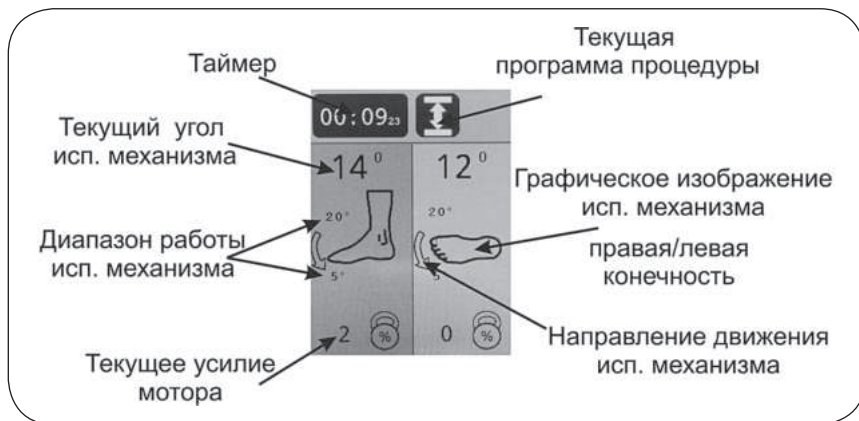

Рисунок 7.3 – Дисплей режима выполнения процедуры
7.1. Дисплей режима выполнения процедуры (см. рис. 7.3).
- В зоне А: заданный пользователем диапазон работы, текущее положение (угол) в градусах (аналогично рис. 7.3) для механизма А, а также меню его установок.
- В зоне В: заданный пользователем диапазон работы, правая (левая) конечность, текущее положение (угол) в градусах (аналогично рис. 7.3) для механизма В, а также меню его установок.
Запуск процедуры осуществляется кнопкой . Запуск возможен только когда отображается основной экран, при этом дисплей переходит в режим выполнения процедуры (см. рис. 7.3).
<p>Переключение нагрузки (схема блокировки)</p> <p>Мотор автоматически переключается на противоположное движение, когда сопротивление пациента (нагрузка) превышает заданное значение. Настраивается от 1% до 99% с шагом 1%. В случае, если после изменения направления движения нагрузка вновь превышает установленное пороговое значение достаточно длительное время, то система управления фиксирует состояние перегрузки моторредуктора и выдаёт сообщение об ошибке с соответствующим кодом.</p> <p>При установке значения, превышающего 99%, появляется значок , означающий отключение функции. При этом на дисплее в режиме выполнения процедуры (см. рис. 7.3) отображается текущее значение нагрузки рядом с иконкой , функция переключения нагрузки не работает, мотор развивает максимальное усилие.</p> <p>⚠ ВНИМАНИЕ! Одинаковое установленное значение уровней блокировки для пользователей с разной массой отличается. Для каждого пользователя установка подбирается индивидуально.</p> <p>⚠ ВНИМАНИЕ! Переключение нагрузки (схема блокировки) является функцией безопасности, для защиты пациента в случае возникновения спазмов, судорог, блокады суставов и других аналогичных ситуаций. Производитель не несет ответственности за неправильное использование данной функции.</p>